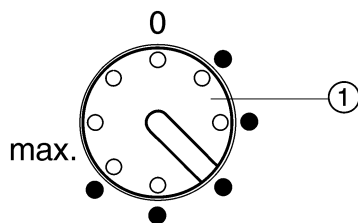

Fig. 2
- ▶ Поверніть регулятор температури Fig. 2 (1) праворуч за допомогою монети.